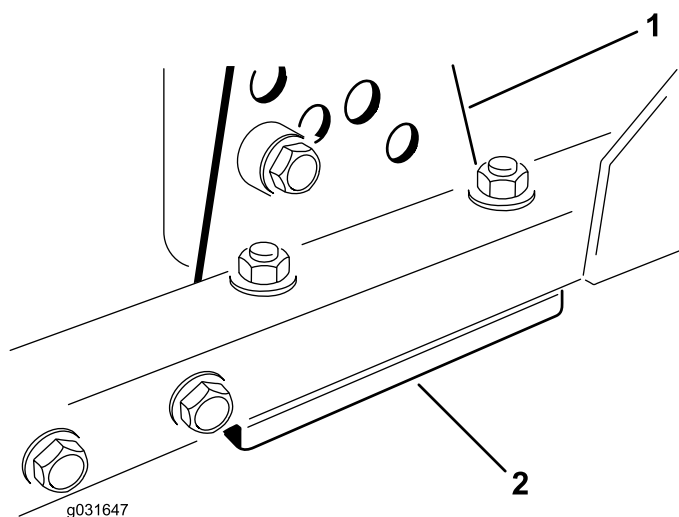

Figura 70
1. Retire el soporte de altura de corte (delantero, izquierdo o derecho) del bastidor de la unidad de corte (Figura 70).
2. Coloque suplementos de 1,5 mm y/o 0,7 mm entre el bastidor de la unidad de corte y el soporte hasta lograr la altura de corte deseada (Figura 70).
3. Instale el soporte de altura de corte en el bastidor de la unidad de corte con los suplementos restantes colocados debajo del soporte de altura de corte (Figura 70).